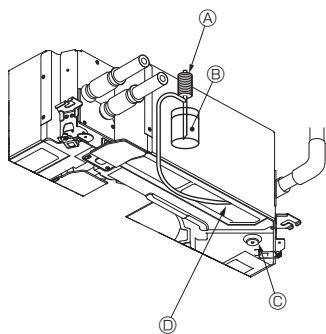

Fig. 5-7
- ① บีมจ่ายน้ำ
- ② น้ำ (ประมาณ 1000 ซีซี)
- ③ จุกน้ำทิ้ง
- ④ เทน้ำผ่านช่องระบาย
5.3. การตรวจสอบการระบายน้ำ (Fig. 5-7)